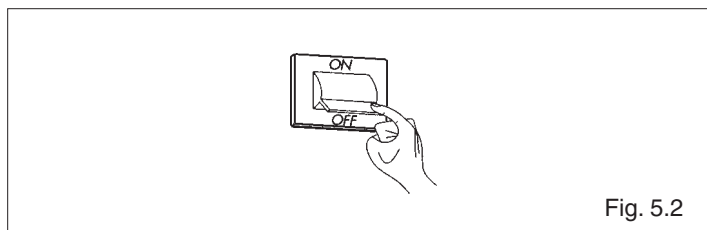

Fig. 5.2
- posizionare l'interruttore generale dell'impianto su "spento" (fig. 5.2)